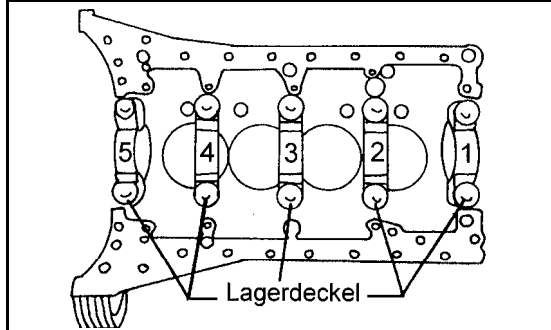

Bild 82
- Deckel auf das Kurbelgehäuse aufsetzen und mit einem Gummi- oder Kunststoffhammer anschlagen. Die Deckel können nur in einer Lage aufgesetzt werden. Die Zahlenkennzeichnung der Deckel unbedingt beachten. Deckel sind in der in Bild 82 gezeigten Reihenfolge gekennzeichnet.